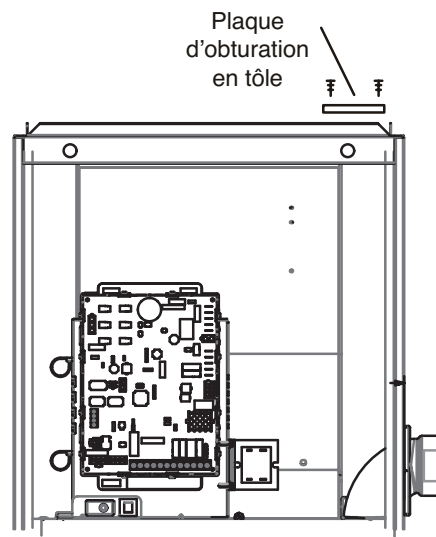

FIGURE 16
- 8 - Réutilisez la plaque de raccordement pour couvrir le trou dans le capuchon supérieur. Reportez-vous à la FIGURE 16. Retirez les 2 vis qui fixent le capuchon supérieur sur l'appareil sur le côté droit et réinstallez-les en fixant le bord droit de la plaque de raccordement et le côté droit du capuchon supérieur sur l'appareil. Utilisez 2 vis à tôle auto-taraudeuses (fournies) pour terminer de fixer le bord gauche de la plaque de raccordement sur le côté gauche.